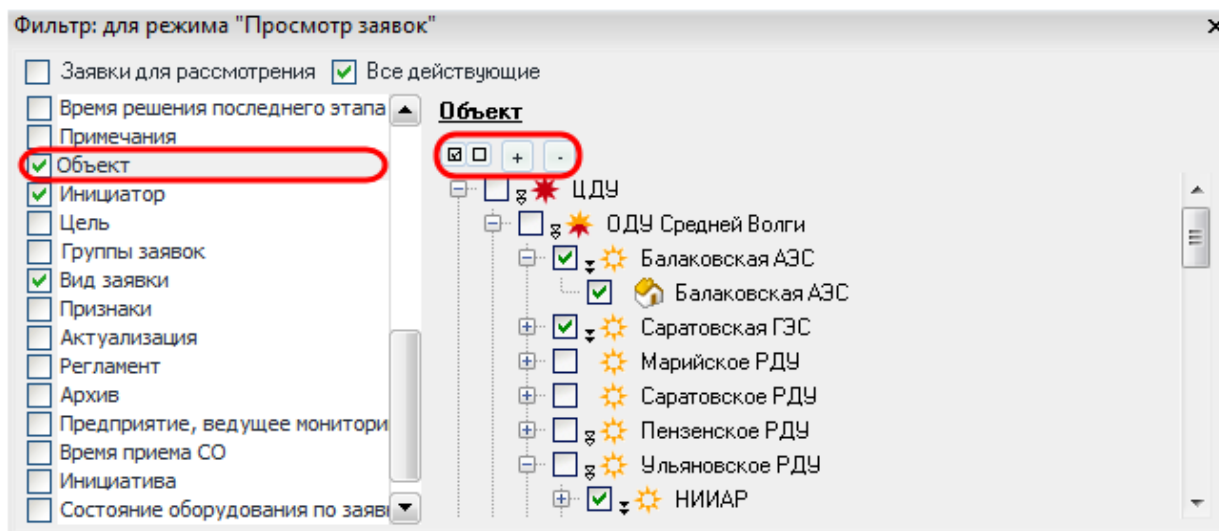

Рисунок 9.42 – Фильтрация по объектам
- **Фильтр «Объект»** – по объектам, на оборудование которых подана заявка (Рисунок 9.42). Для предприятия-абонента в фильтре «Объект» отображается настраиваемое дерево предприятий данного предприятия-абонента.